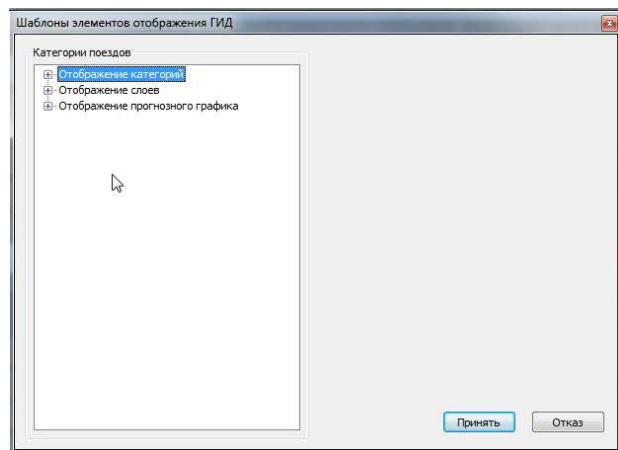

Рис.333.Разделы «Отображение категорий», «Отображение слоев» и отображение прогнозного графика закрыты
- щелкните по кнопкам «+» «-» для раскрытия/закрытия разделов (см. рис. 333)